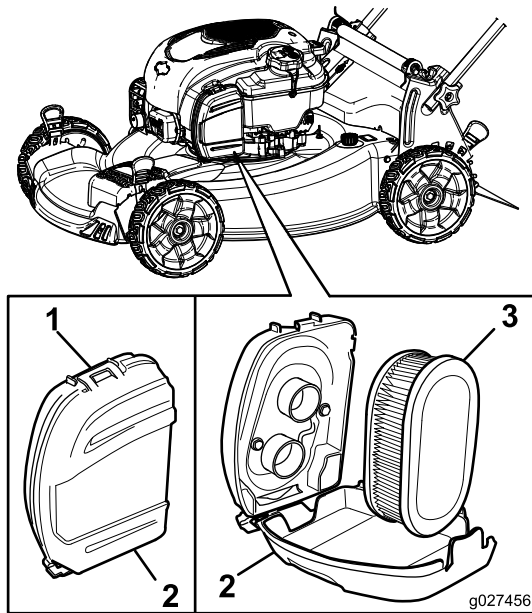

Figure 26
1. Déclipez le haut du couvercle du filtre à air (Figure 26).
2. Déposez le filtre à air (Figure 26).